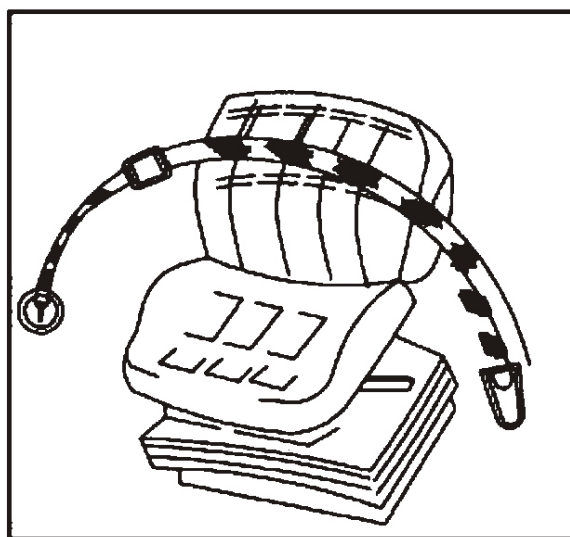

Fig. 2-2
Se tiver cinto de segurança, use-o sempre bem ajustado, excepto quando estiver a trabalhar com o aro de segurança rebatido ou se o aro de segurança tiver sido removido (Fig. 2-2)
- Verifique se o assento tem danos. Um assento danificado deve ser substituído (Fig. 2-2).
IMPORTANTE: Para o manter, a si e aos outros, em segurança, o seu trator deve estar equipado com: cinto de segurança. Deve estar sempre montado na posição de proteção (Fig.2-2). É recomendado um cinto de segurança de acordo com os requisitos da legislação do respetivo mercado, quando o aro de segurança está levantado. Proteção TDF tratores.